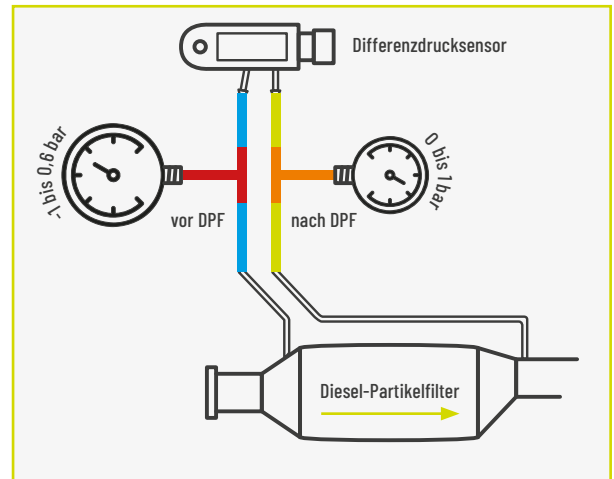

Abbildung 2: Anschluss des Diagnosetools zur Prüfung des Abgasgegendruckes
- 1 Die Schläuche und Manometer zwischen Differenzdrucksensor und Diesel-Partikelfilter anschließen. (siehe Abb. 2)